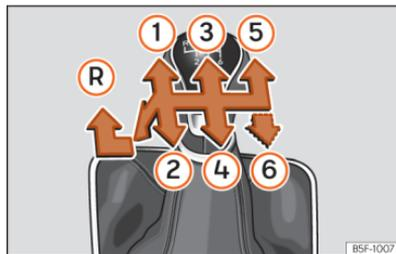

Fig. 97 Esquema de uma caixa de velocidades manual de 5 ou de 6 velocidades.
Na alavanca das velocidades indicam-se as posições das velocidades **»» Fig. 97.**
- Com a alavanca das mudanças em ponto morto, pressione-a para baixo, mova-a para a esquerda até ao fim e depois para a frente para selecionar a marcha-atrás »» Fig. 97 (R).